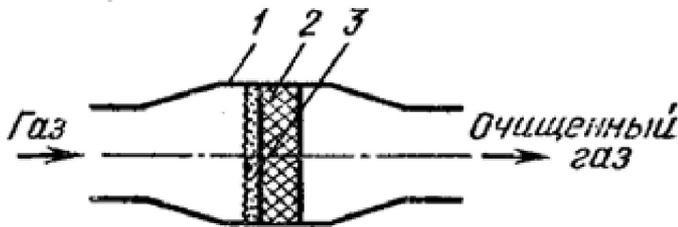

Рис. 2.7. Схема процесса фильтрации
- Работа фильтров основана на фильтровании подлежащего очистке воздуха через проницаемую перегородку, на которой частицы примесей задерживаются (рис. 2.7).